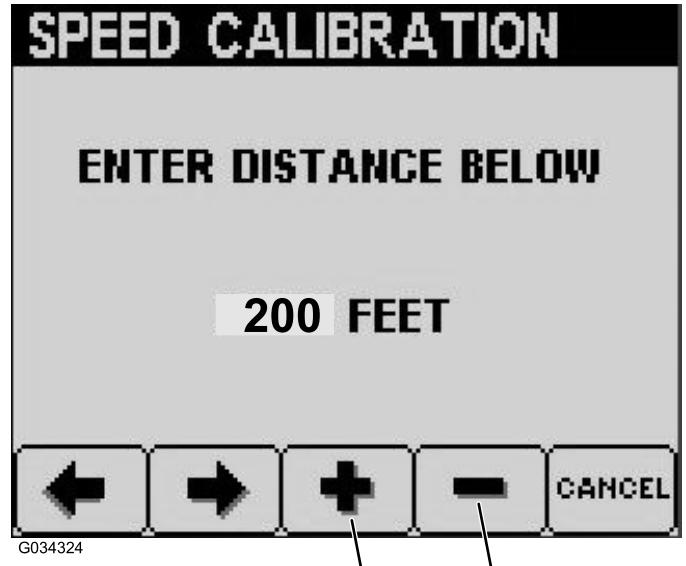

Figura 22
- Premete il pulsante 3 per aumentare la distanza desiderata o premete il pulsante 4 per ridurre la distanza desiderata (Figura 22).